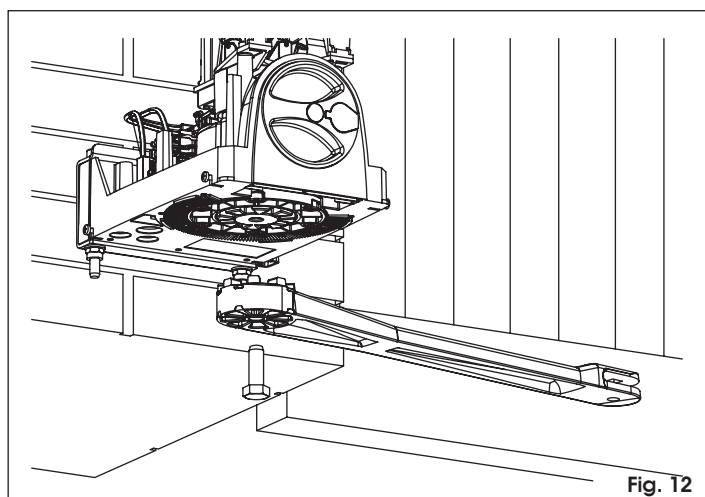

Fig. 12
6. Monter le bras droit (Fig. 12) avec la vis spécifique fournie.
✎ Pour un fonctionnement correct, serrer les deux vis de fixation (Fig. 12 réf. ①) puis les desserrer d'environ 1/2 tour pour permettre la rotation des bras sans frottements.